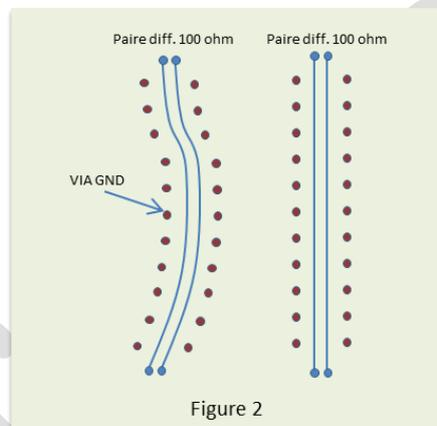

Figure 2
- router les pairs (via borgne à chaque extrémité) entre deux plans de GND avec des VIA (gnd-gnd) tout le long (figure 2)